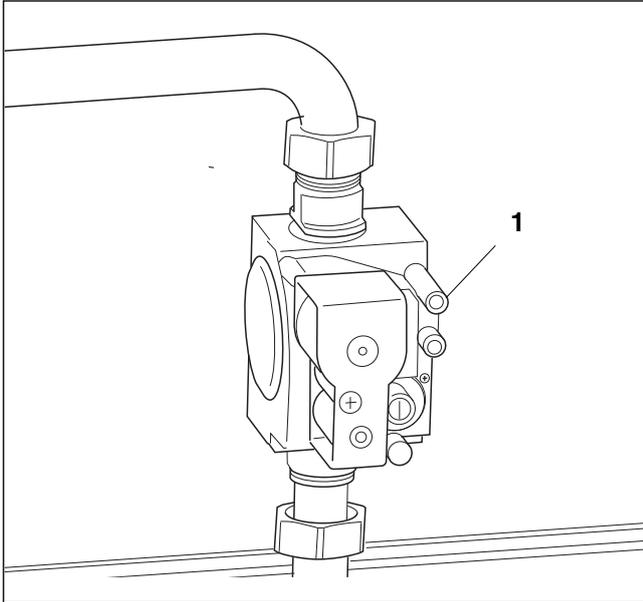

Рис. 22 Газовая арматура "SIT" 840 Sigma
- ▶ Открутить запорный винт контрольного ниппеля для подключения газа и удаления воздуха (→ рис. 22, [1]) на два оборота и надеть шланг.